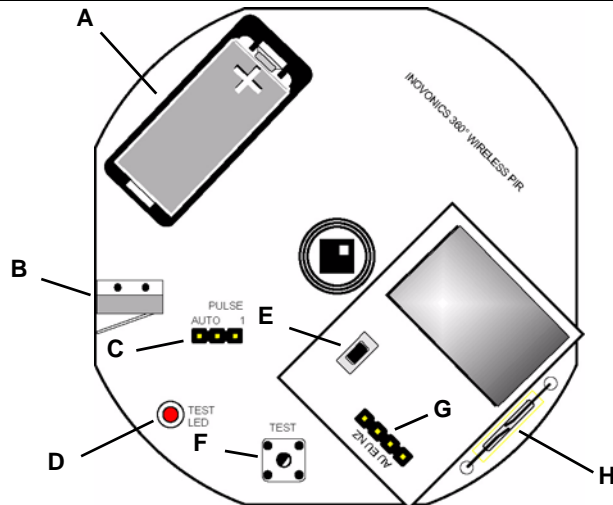

Figure 2 Composants du ES1265
2. Installez la pile (Fig. 2).
1. Placez un cavalier sur les broches de sélection de la bande de fréquences appropriée (Fig. 2).
Remarque : Le couvercle étant en place, le contacteur en ampoule est situé sur le côté opposé du ES1265 tout comme la vis du boîtier (Fig. 2).